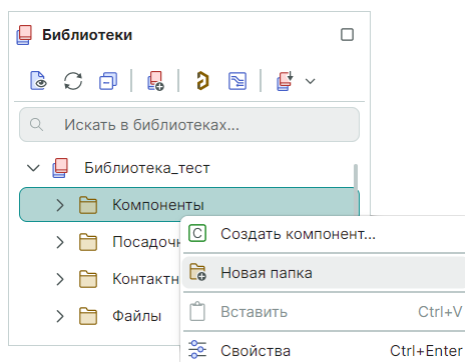

Рис. 6 Создание вложенных папок
2. Из контекстного меню выберите команду «Новая папка», см. Рис. 6.